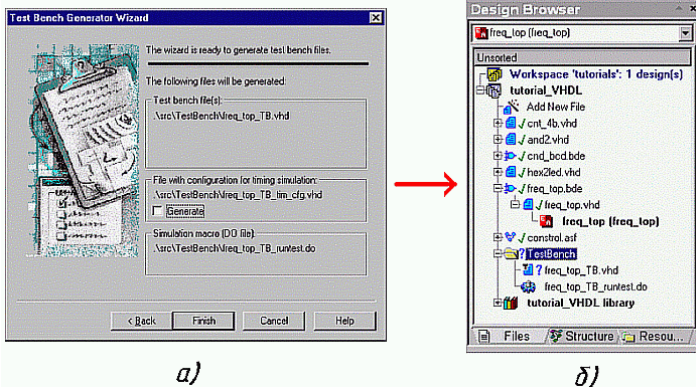

Рисунок 2.18 – Вікно Testbench Generation Wizard. Завершення роботи
2.2.3.8 В наступному вікні можна вказати файл конфігурації для часового моделювання. Оскільки нашою задачею є не часове, а функціональне моделювання, то настройку *Generate* залиште невибраною (рис.2.18,а). В кінці роботи з майстром **Testbench Generation Wizard** клацніть на кнопці Finish. У вікні **Design Browser** (рис.2.18,б) з'явиться нова директорія **Testbench**, що містить два файли: